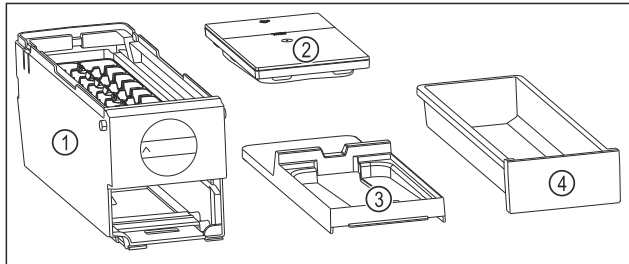

Fig. 122 EasyTwist-Ice parçaları
- EasyTwist-Ice dört parçaya bölünmüştür. (bkz. Fig. 122)
- EasyTwist-Ice sadece resimdeki parçalarına ayrılmalıdır. (bkz. Fig. 122)
- EasyTwist-Ice gövdesini Fig. 122 (1) komple temizleyin.